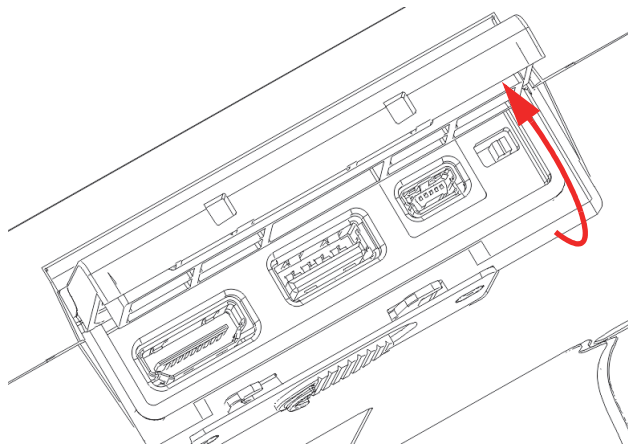

图 3-4 数据端口：舱盖处于打开状态
2. 向上掀起盖子，并使盖子完全打开（参见第 42 页的图 3-4）。